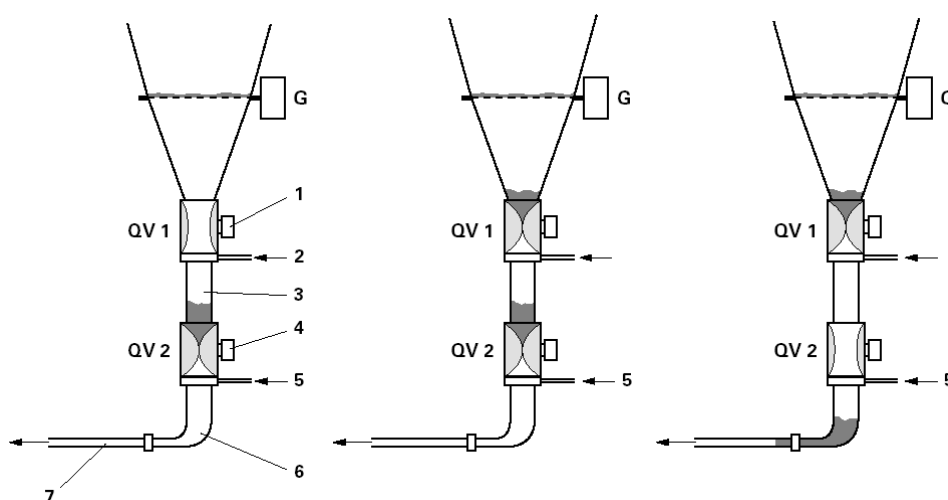

Рис. 3
1. Верхний запорный клапан - QV1 открывается. Рекуперированный порошок попадает через запорный клапан - QV1 в Промежуточную трубу (3).
- Спиральный воздух (5) - постоянно в действии.
- Транспортирующий воздух (2) выключен.
- Транспортирующий воздух (2) включен на короткое время. Из-за избыточного давления в Промежуточной трубе (3 - рис. 3) порошок сжимается (спрессовывается) посредством запорного
клапана - QV2 в Нагнетательное сопло (6 - рис. 3). Включая транспортирующий воздух (2 - рис. 3) на короткое время транспортирует порошок в транспортирующий шланг (7 - рис. 3).